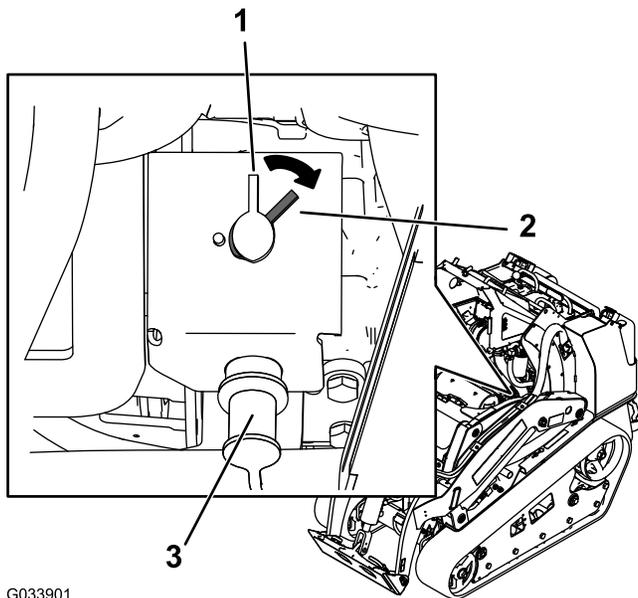

Figura 52
- Para que la máquina reciba energía eléctrica, gire el interruptor de desconexión de la batería en sentido horario a la posición de ENCENDIDO (Figura 52).